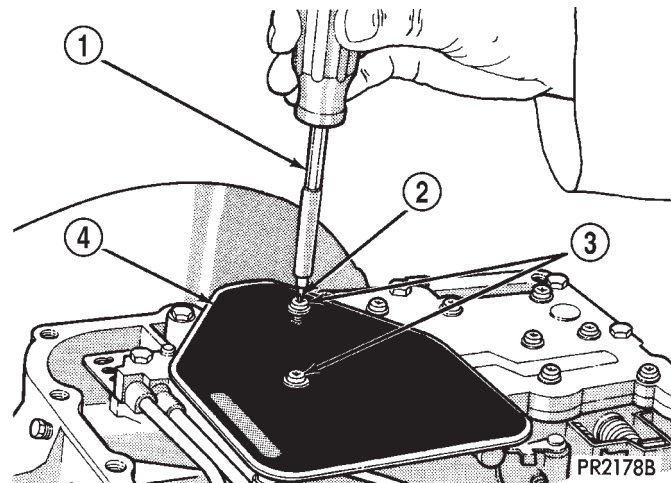

Fig. 80 Tornillos del filtro de aceite
(41) Instale los tornillos que van del filtro de aceite al cuerpo de válvulas (Fig. 80) y apriételos con una torsión de 5 N·m (45 lbs. pulg.).